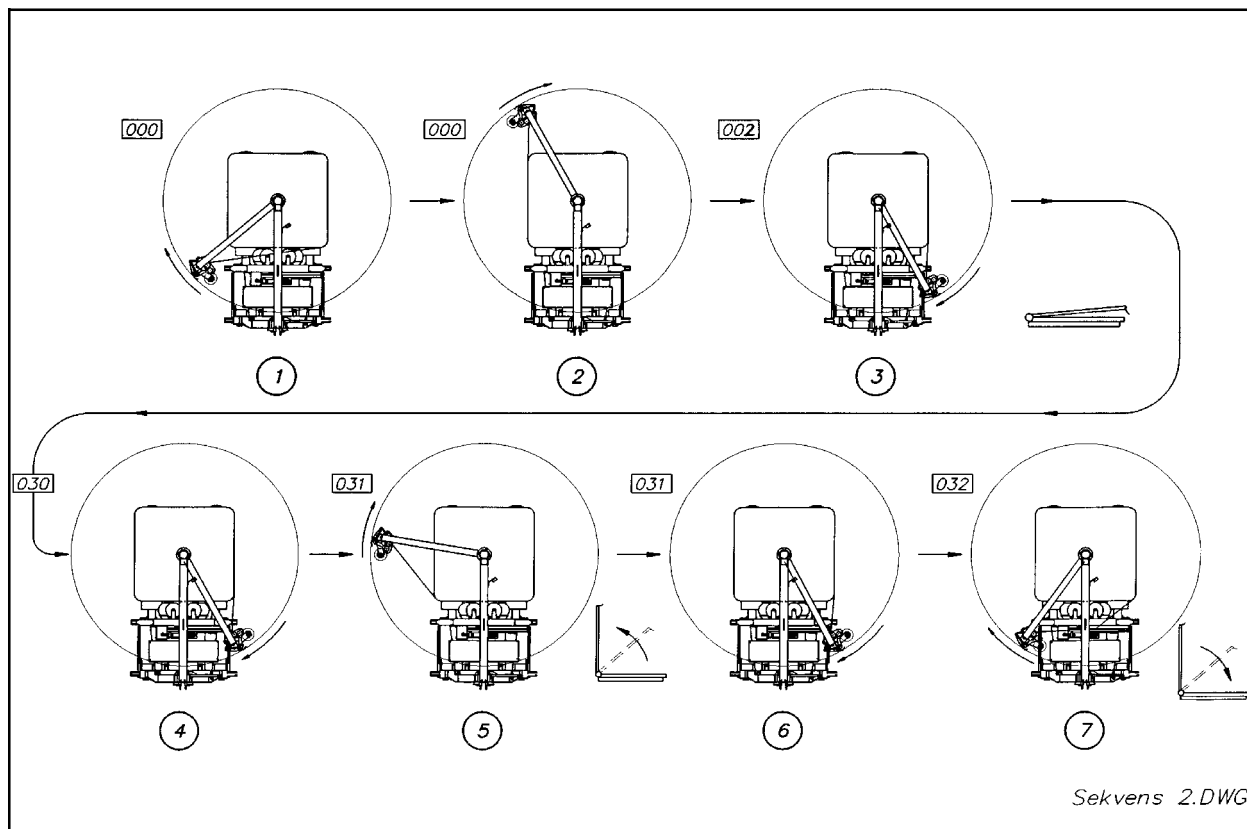

Fig. 7-3
I dette avsnittet beskrives en vanlig pakkesekvens for AUTO WRAP 1200 EH. "S" er forkortelse for pakkesekvens og tallet bak S-en er sekvensnummeret som kan ses i fig. 7-3. Figuren viser med tegninger og display-avlesning sekvensene i hele pakkeprosessen.
**Pakkesekvens, program u01.** (Se fig. 7-3).
- S1:** "START" (8) trykkes, og maskinen starter med sakte hastighet.